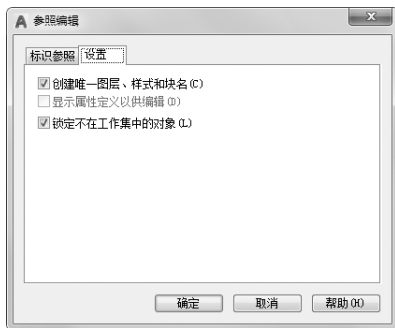

图6-71 “设置”选项卡
(2) “设置”选项卡：该选项卡为编辑参照提供选项，如图6-71所示。